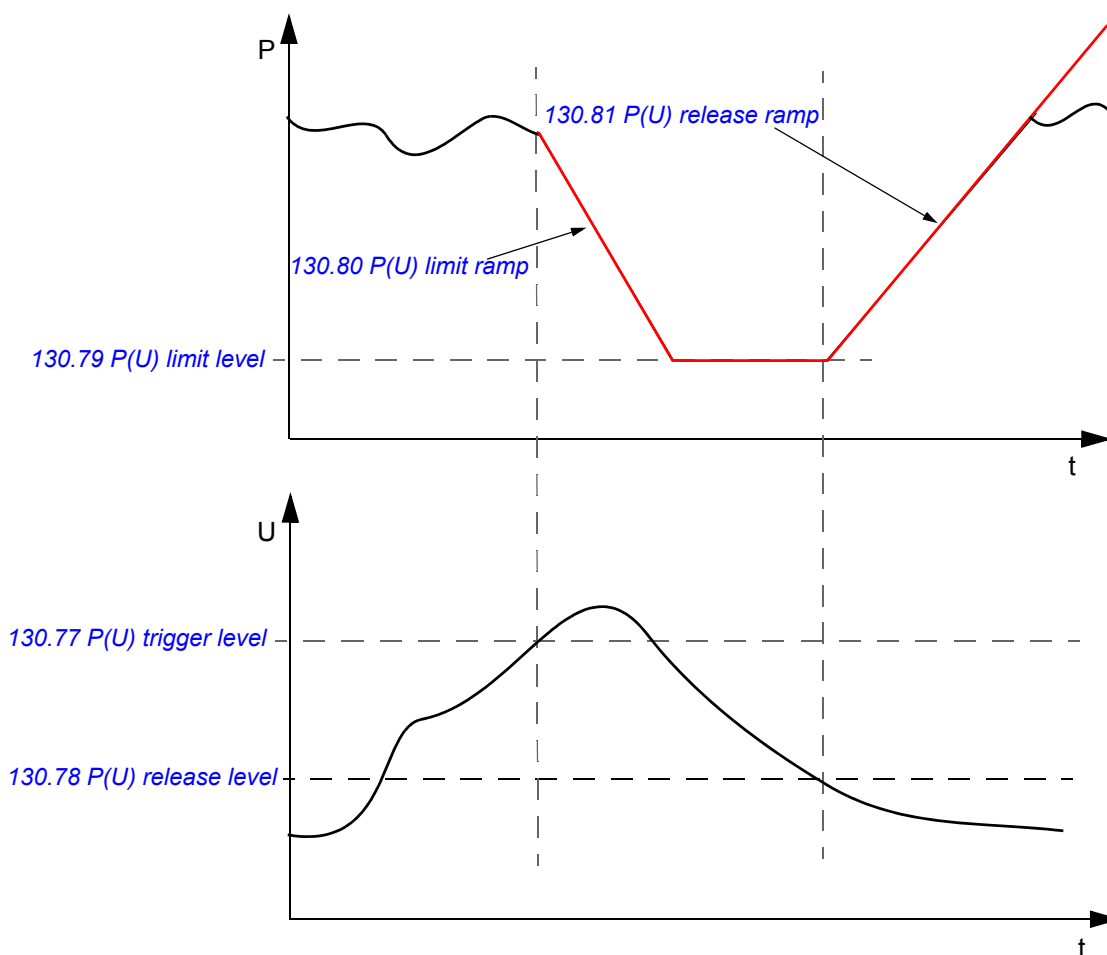

Figure 15: Limite constante P(U)
Ensuite, quand la tension réseau moyenne repasse sous *130.78 P(U) release level*, la limite de puissance est levée et la puissance augmente sur rampe jusqu'à *130.81 P(U) release ramp*. La ligne rouge de la *Figure 15: Limite constante P(U)* représente la limite de puissance active.